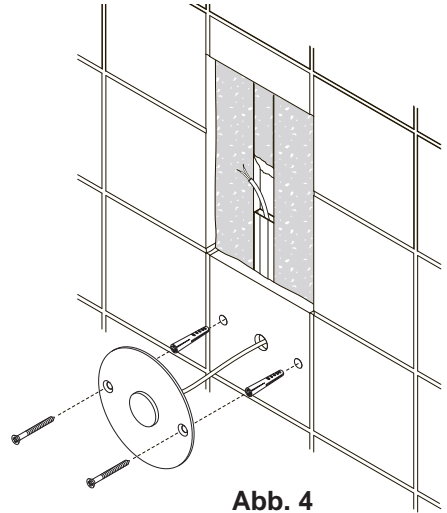
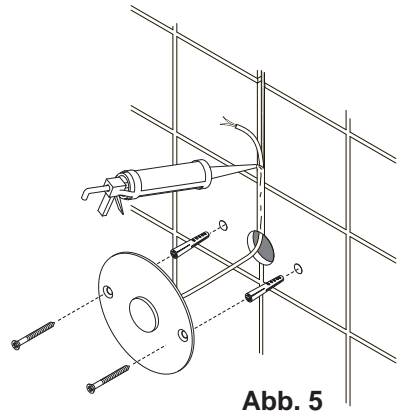

Abb. 4
Abb. 5
1. Fräsen Sie ein Loch für den Sensor und einen Kabelkanal zur Sensorbox in die Wand. Idealerweise sollte der Piezotaster auf einer einzelnen Fliese montiert werden, um eine perfekte Abdichtung zu gewährleisten. Sorgen Sie dafür, dass das Loch und der Kabelkanal groß genug ist, damit das Sensorkabel nicht geknickt wird. Es wird empfohlen, dass Sensorkabel in einem Kabelkanal zu verlegen, wie in Abbildung 4 gezeigt. Wenn das Sensorkabel in einer bereits gefliesten Wand verlegt werden soll, empfiehlt es sich das Kabel in einer Fliesenfuge zu verlegen und mit Silikon abzudichten, wie in Abbildung 5 gezeigt. Für Wartungszwecke sollte etwas Kabel in einer Schleife direkt hinter dem Sensor in der Wand verlegt werden. Für eine eventuelle Verlängerung des Sensorkabels liegen 3 Stück "3M™"-Kabelverbinder im Lieferumfang dabei. Sehen Sie dazu auch den Abschnitt "Verlängern des Sensorkabels".